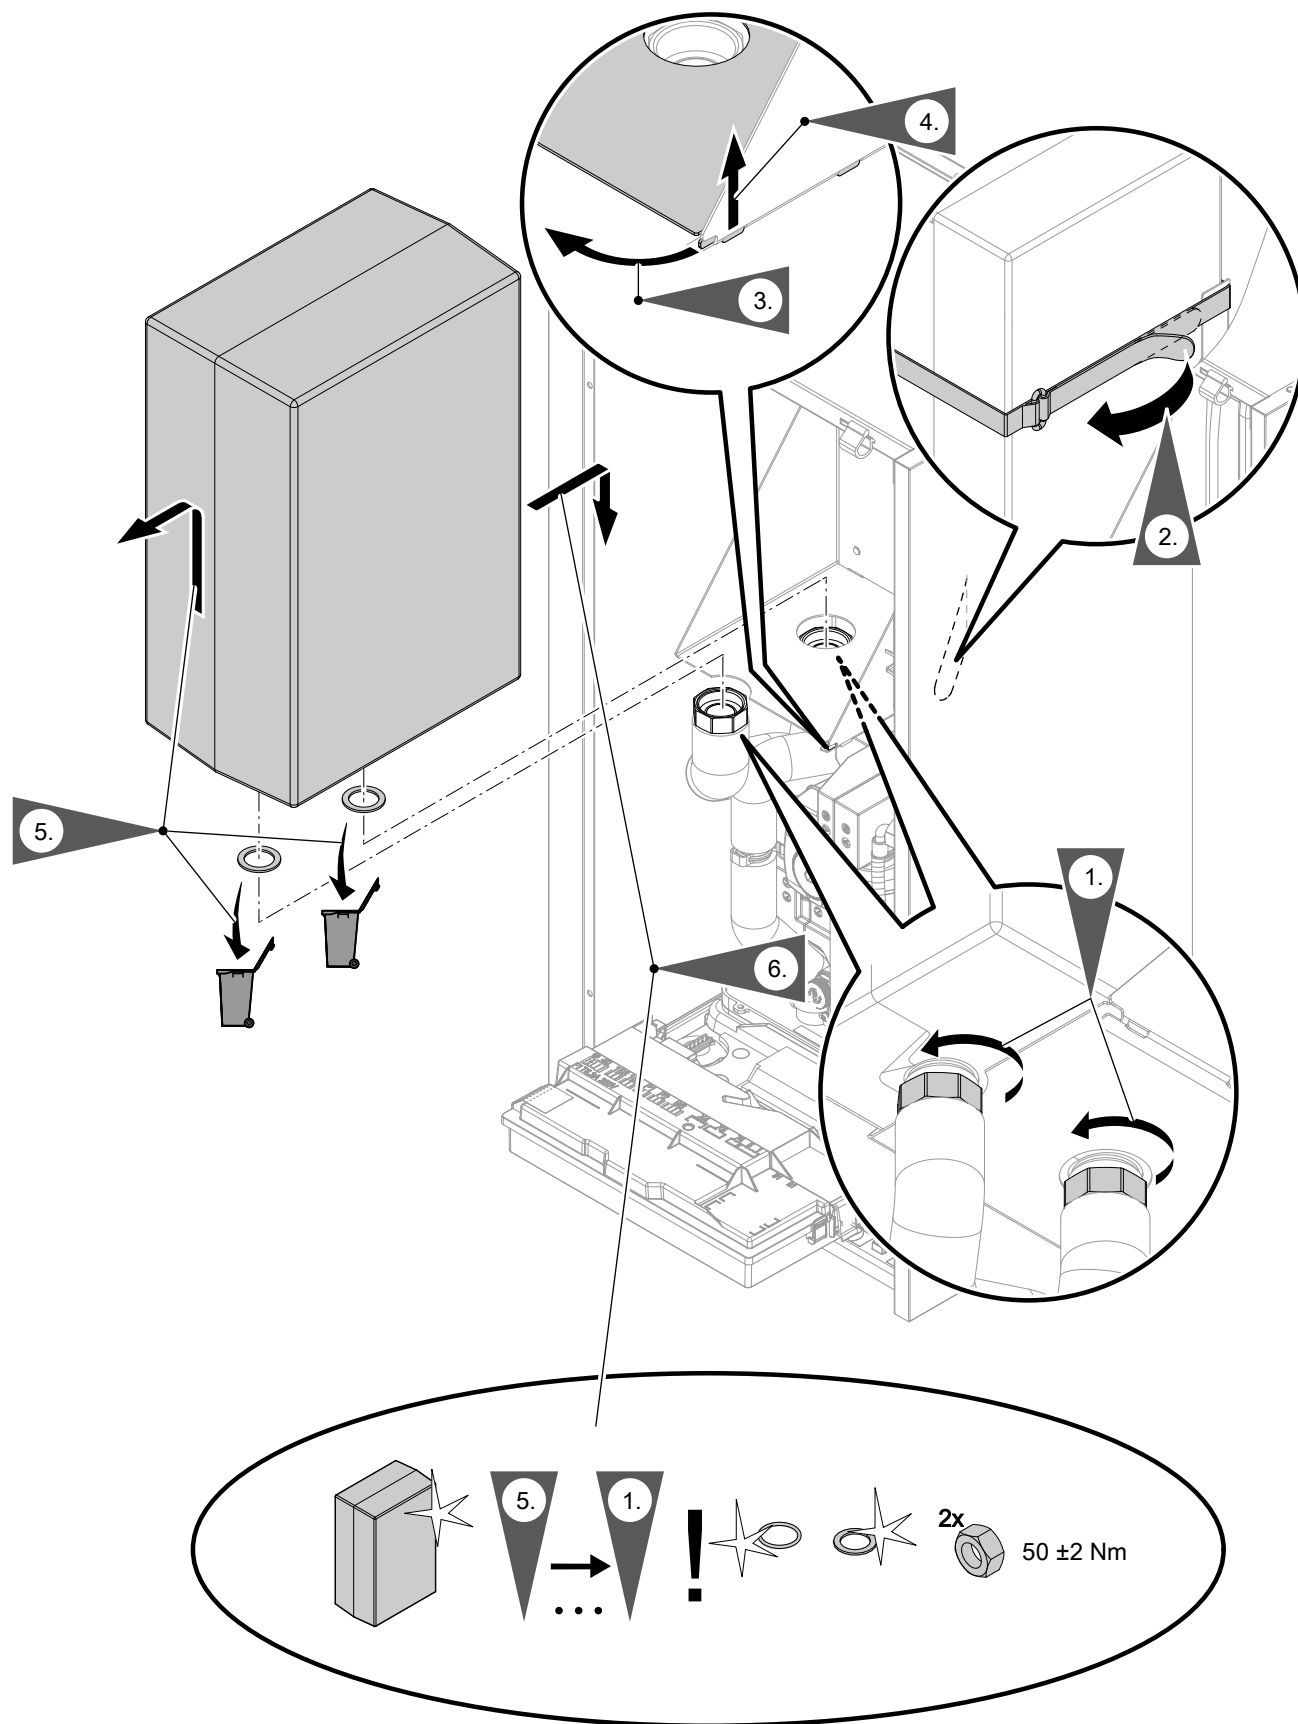

Fig. 73
- Acumulator tampon integrat: consultați fig. 73.